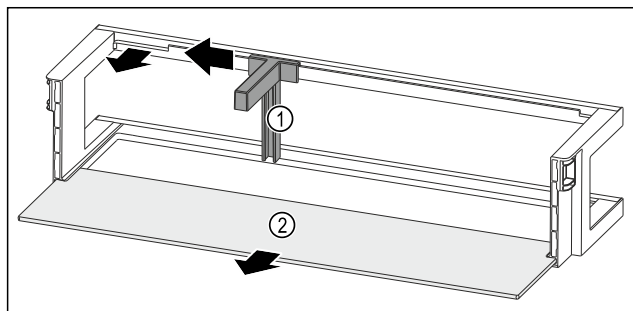

Fig. 93 Odkladací priestor vo dverách s držiakom fliaš a odkladacou plochou
- ▶ Potlačte držiak fliaš Fig. 93 (1) až k vybraniu do strany.
- ▶ Odoberte držiak fliaš Fig. 93 (1).
- ▶ Odoberte odkladaciu plochu Fig. 93 (2).